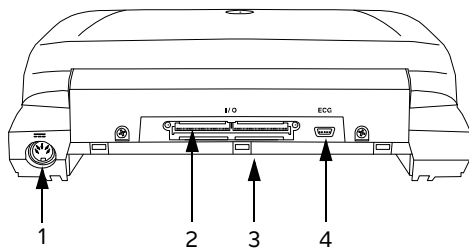

Figura 2-2 Conectores posteriores do sistema: (1) Conector de entrada de corrente contínua, (2) Conector de E/S, (3) Bateria e (4) Conector ECG
- 1 Conecte o cabo de alimentação de corrente contínua (CC) da fonte de alimentação ao conector do sistema. Consulte Figura 2-2 na página 2-2.